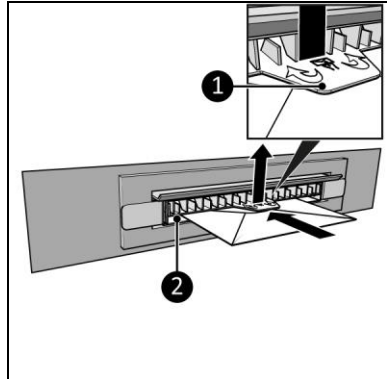

Abbildung 9
1. Ziehen Sie den Griff (Abbildung 9, Pos. 1) nach oben und schieben Sie einen Brief (max. 5 mm) durch den Briefkastenschlitz (Abbildung 9, Pos. 2).